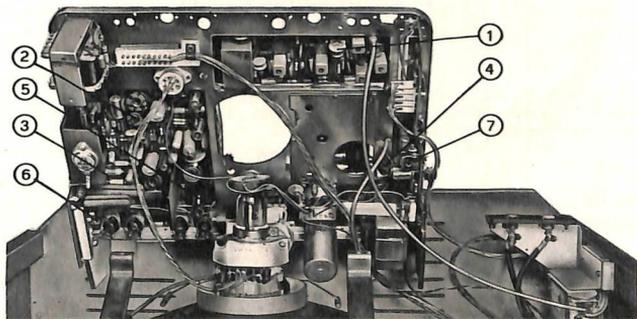

Fig. 8 - Vista superiore telaio
- Portare in frequenza il quadro agendo sulla bobina dell'oscillatore a 15.625 Hz (bobina L 502 - fig. 8).
Sintonizzare il televisore, con una corretta proporzione tra luminosità e contrasto, sul monoscopio RAI ed agire per la migliore focalizzazione dell'immagine sul potenziometro R 739 (fig. 8).